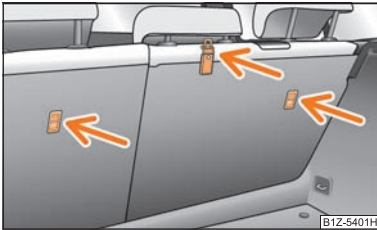

Fig. 110 Scaunul din spate: Top Tether
În unele țări, legea impune echiparea scaunelor din spate cu inele de fixare pentru scaunele pentru copii cu sistem „Top Tether” → fig. 110.
- Fixați scaunele pentru copii cu sistem „Top Tether” numai în locurile special prevăzute ⇒ fig. 110.